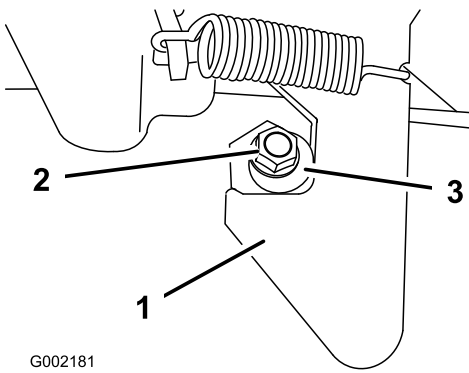

Figura 18
1. Desaperte a porca no perno do trinco (Figura 18).
2. Rode o perno no sentido dos ponteiros do relógio até o encostar ao trinco e aperte a porca (Figura 18).